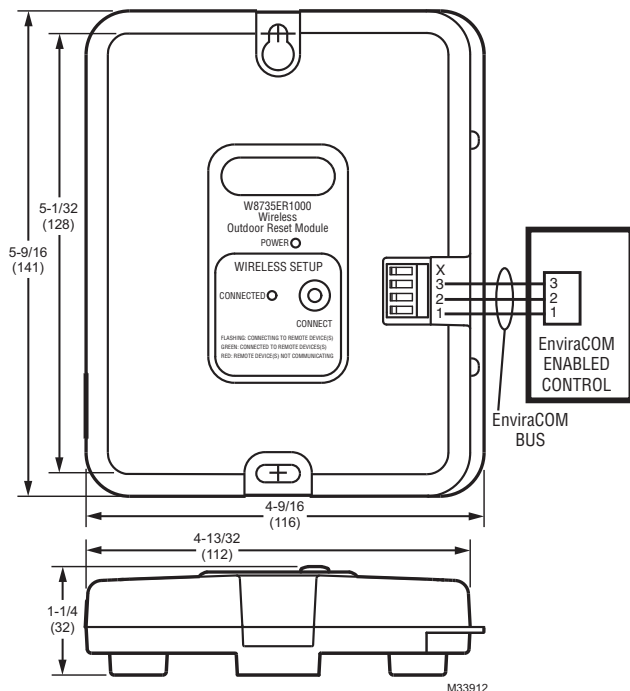

Fig. 1. Schéma de câblage du module sans fil à réarmement d'extérieur W8735ER.
3. Raccorder les bornes 1, 2 et 3 de bus EnviraCOM du module de réarmement d'extérieur aux bornes 1, 2 et 3 du thermostat Aquastat compatible EnviraCOM™ (si offert), la commande de chaudière intégrée, le SOLA ou n'importe où sur le bus EnviraCOM où l'accès est disponible et pratique. Voir la Fig. 1.